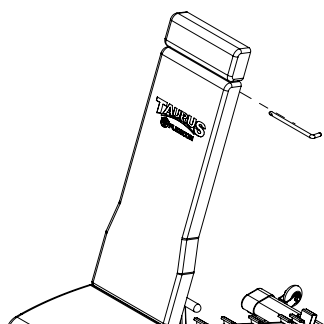

Abb. 1
1. Entnehmen Sie den Stellstift hinter der Rückenlehne (E) (Abb. 1).